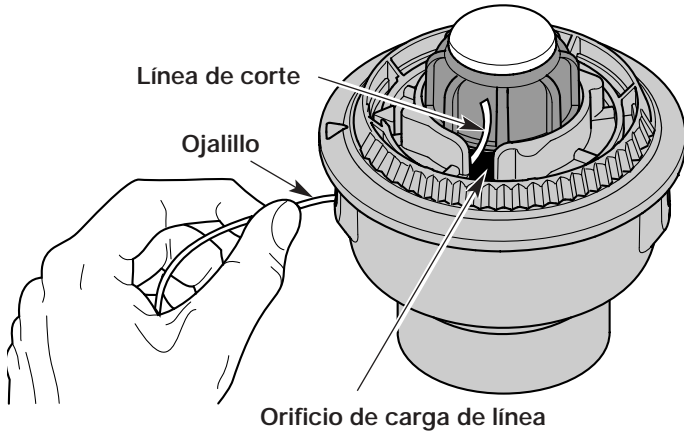

Fig. 21
3. Saque la línea vieja por los orificios de carga y de cierre de línea (Fig. 21 y 22).
4. Inserte una pieza de línea de corte dentro de uno de los ojalillos de la bobina exterior. Páselo hacia arriba a través del orificio de carga del carrete interior (Fig. 21). No doble la línea al insertarla en el ojalillo.